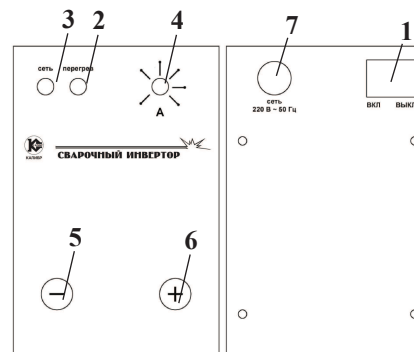

рис. 1
Общий вид инверторов схематично представлен на рис. 1:
6.4.1 Сварочный кабель с электрододержателем подключается к быстрозажимной клемме «плюс» **6** (рис. 1), за исключением случая использования кислотных электродов. В любом случае, сначала ознакомьтесь с инструкцией на упаковке электродов.
6.4.2 Кабель массы подключается к быстрозажимной клемме «минус» **5** (рис. 1) и подключается к рабочей поверхности, как можно ближе к месту сварки.